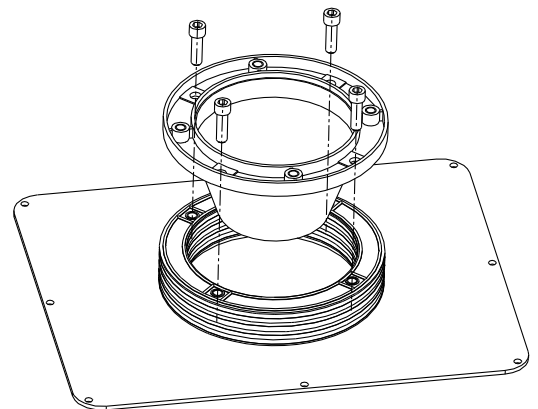

Bild 5: Montage Dämpfungsring DT mit Pumpenträger
- Schrauben durch die Bohrungen im Pumpenträgerkragen stecken und mit den Gewinden im Dämpfungsring DT verschrauben (siehe Bild 5).